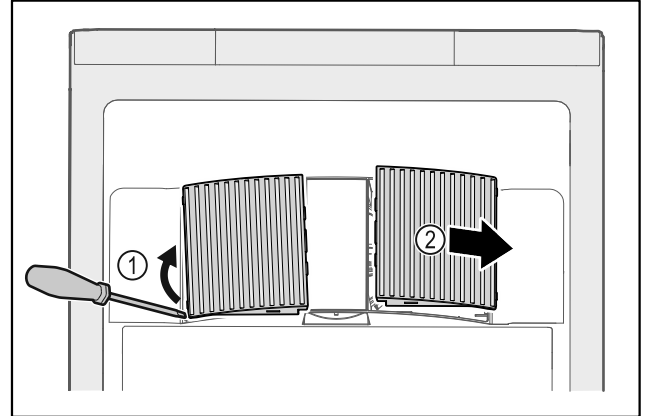

Fig. 144
- ▶ Estrarre con cautela i coperchi delle ventole dai lati Fig. 144 (1) e rimuoverli in avanti Fig. 144 (2).